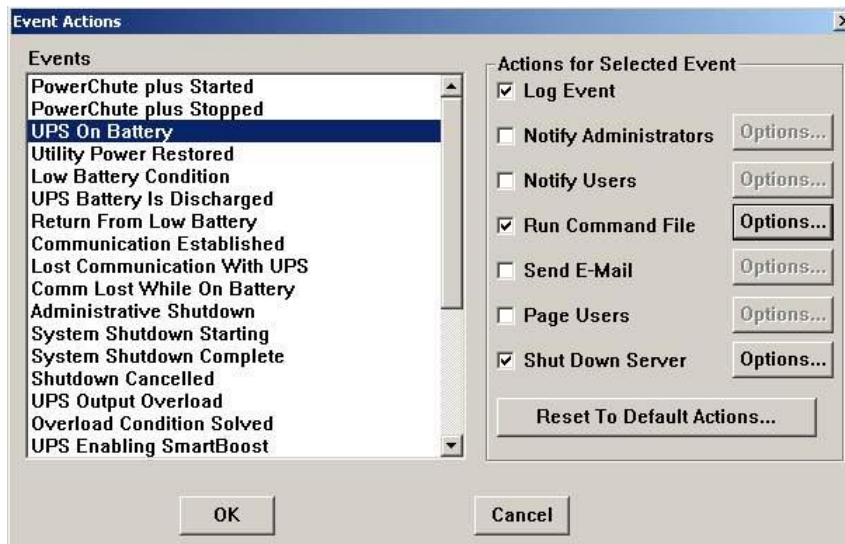

Рис. 8.5—14 Событие UPS On Battery
1. Выбрать в списке событий событие **UPS On Battery** и включить для этого события опцию **Run Command File** (Рис. 8.5—14).